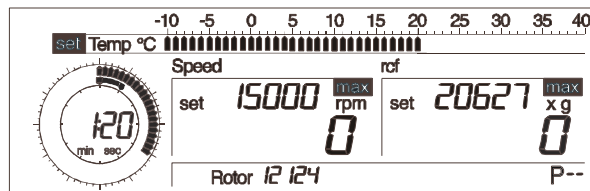

Abb. 5.16: Temperaturvorwahl
- Drehen Sie den linken Drehknopf, bis im Anzeigenfeld "set" vor dem Parameter "Temp" erscheint (Abb. 5.16).